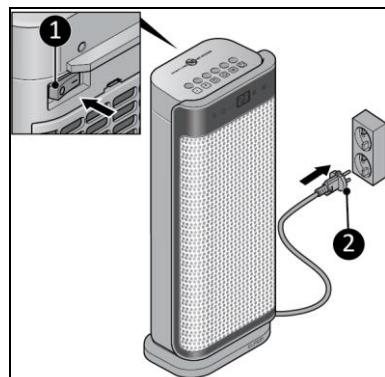

Figura 7
2. Asigurați-vă că dispozitivul este în poziția OPRIT (Figura 7, poz. 1).
4. Introduceți ștecarul (Figura 7, poz. 2) într-o priză de perete ușor accesibilă. Utilizați o priză de perete cu o putere minimă de 2000 wăți.